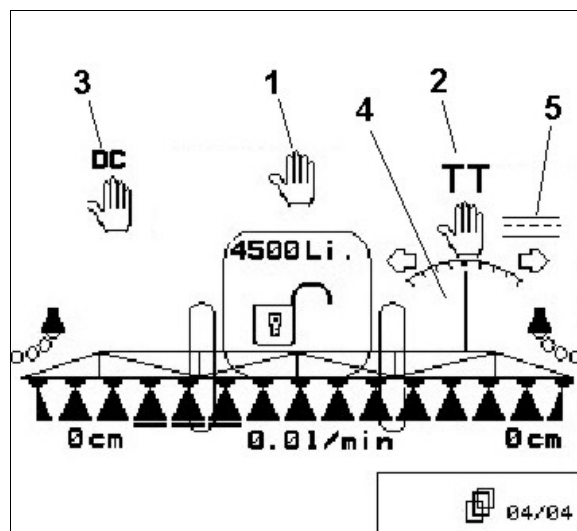
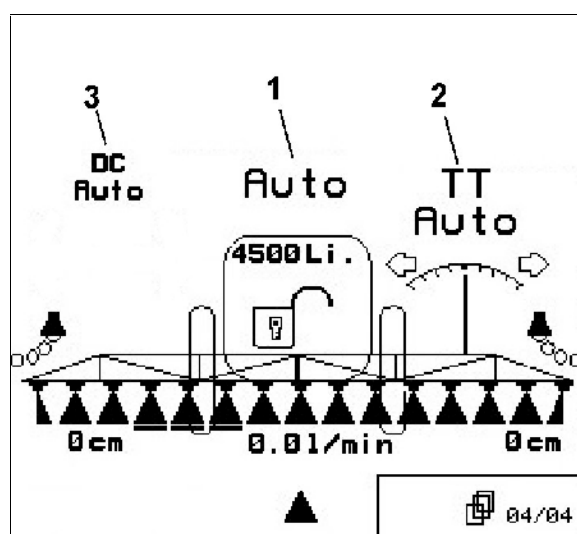

Рис. 143
Рис. 144
1. Регулировка нормы опрыскивания: Ручной режим (Рис. 143/1), автоматический (Рис. 144/1)
2. Поддерживающая ось Trail – Tron: Ручной режим (Рис. 143/2), автоматический (Рис. 144/2), дорожный режим (Рис. 143/5)
3. Управление дистанционным контролем: Ручной режим (Рис. 143/3), автоматический (Рис. 144/3)
При включенном автоматическом режиме на дисплее появляется символ "Авто" (Рис. 143/1). Компьютер агрегата принимает на себя регулировку нормы внесения в зависимости от фактической скорости движения. При включенном ручном режиме на дисплее появляется
символ  (Рис. 144/1) и дополнительно показание [л/мин] (Рис. 144/2). Вы регулируете норму внесения вручную путем изменения давления опрыскивания клавишей  или .
При включенном автоматическом режиме на дисплее появляется символ "Авто" (Рис. 143/2). Компьютер агрегата берет на себя точный ход агрегата по одной колее с трактором.
Если скорость движения становится выше 15 км/час (движение по дороге), ось Trail – Tron автоматически переходит в нулевое положение и остается в режиме движения по дороге (Рис. 143/5).
символ  (Рис. 144/2). Нажимайте клавишу  или  так долго, чтобы колеса прицепного опрыскивателя снова шли точно по колее трактора.
→ Прицепной опрыскиватель снова подстраивается к трактору. На дисплее символ "поддерживающая управляемая ось" (Рис. 143/4) показывает выбранный поворот поддерживающей управляемой оси.
При включенном автоматическом режиме на дисплее появляется символ "Авто" (Рис. 143/3). Компьютер агрегата принимает на себя регулировку расстояния форсунка – обрабатываемая культура.
В ручном режиме появляется символ  (Рис. 144/3). Дистанционный контроль отключен. Вы регулируете расстояние форсунки – обрабатываемой культуры вручную посредством регулировки наклона и высоты.